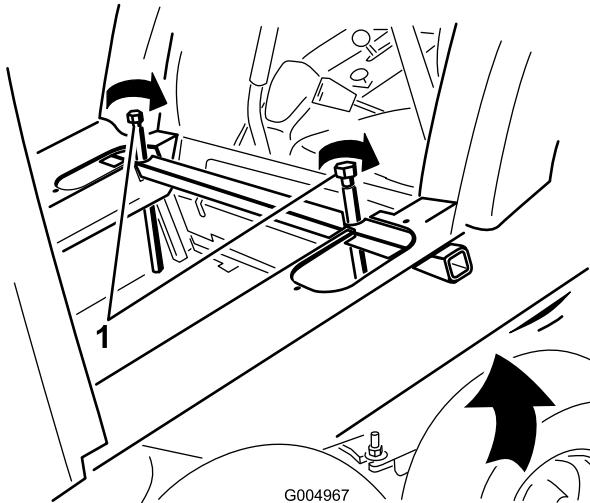

Рисунок 82
34. Поднимите заднюю часть кабины на достаточную высоту, чтобы освободить пространство вокруг задней части сиденья, путем медленной и равномерной затяжки подъемных болтов (Рисунок 82) с каждой стороны подъемной трубы кабины.